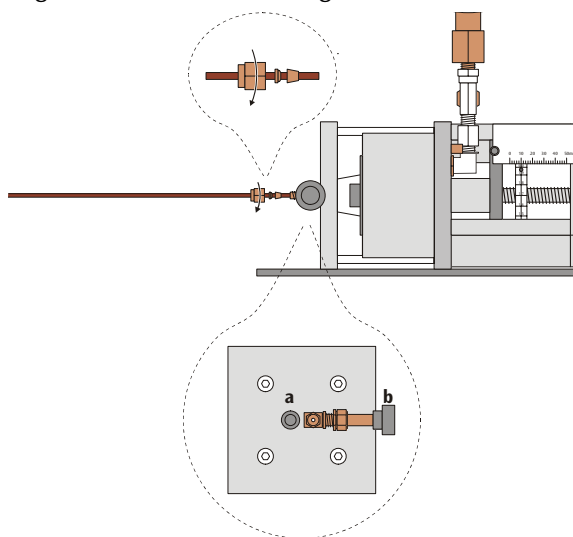

Fig. 3: Collegamento della tubazione rigida
- Infilare il raccordo filettato per tubi fornito in dotazione sulla tubazione partendo dal dado a risvolto (ved. Fig. 3, seguire la sequenza e l'allineamento come indicato per la fascetta fermacavi!).